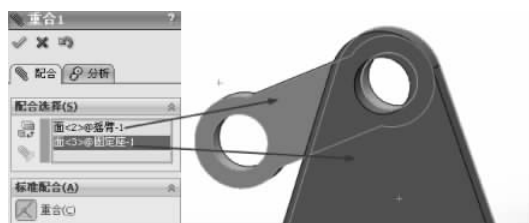

图 3-213 重合配合
(2) 继续进行配合约束, 选择【标准配合】选项组下的【重合】配合类型 , 在【要配合的实体】选择框  中选择如图 3-213 所示的面, 其他保持默认, 单击【确定】按钮 , 完成重合配合。